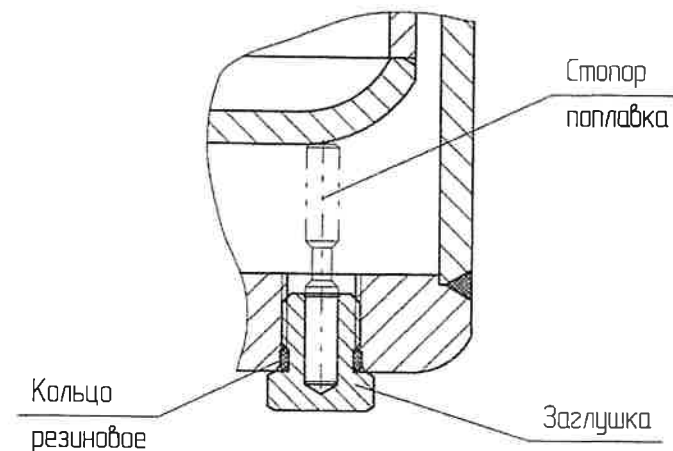

Рис.3. Установка стопора.
5.3.5. Если при заворачивании регулировочного винта более чем на два оборота не удалось добиться срабатывания УСК или при настройке не удастся добиться стабильной работы, необходимо перейти на резервную систему ручного слива конденсата. УСК демонтировать и отправить на ремонт в обслуживающую организацию или на предприятие изготовитель. Перед демонтажем и отправкой установить в УСК стопор поплавка см. рис.3.
4.4. Отвернуть заглушку в нижней части поплавковой камеры см. рис.3 и извлечь из нее стопор поплавка. Смазать резиновое кольцо консистентной смазкой и завернуть заглушку на место.